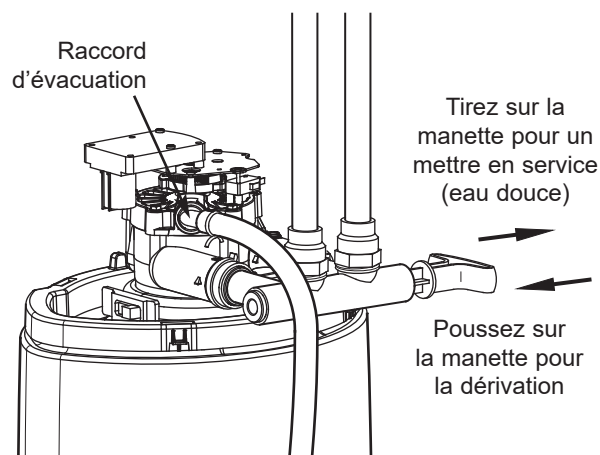

FIG. 11
1. Mesurez et coupez le conduit flexible de 3/8" (inclus) à la longueur nécessaire et raccordez-le au raccord d'évacuation du système de filtration central de l'eau (voir figure 11). Utilisez un collier de serrage pour maintenir le conduit en place.
1. Assurez-vous que la soupape de dérivation simple ou (la dérivation à 3 valves) soit à la position de dérivation, la manette poussée vers l'intérieur (voir la figure 11).
4. Lentement, déplacez la ou les robinets de dérivation à la position d'utilisation normale, en s'arrêtant plusieurs fois de façon à permettre à l'unité de se mettre lentement sous pression (voir la figure 11).